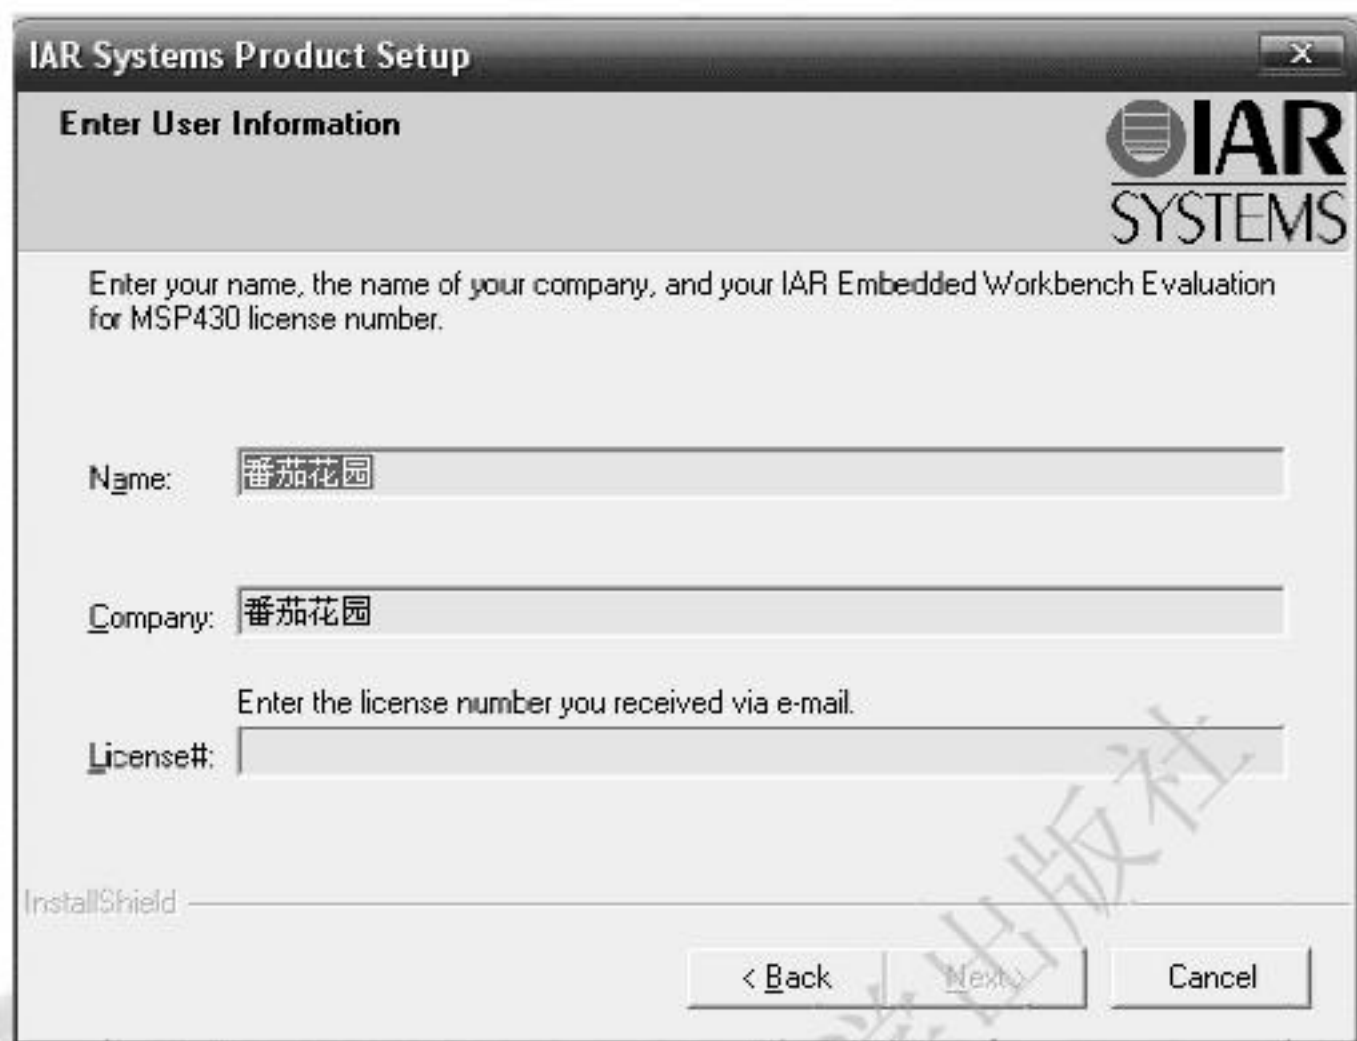

图 4-5 安装对话框 1
3) 双击名为 EW430-ev-web-342A 的图标, 等待解压缩完毕后出现安装界面, 单击 Next 按钮后看到关于 License 的说明, 再单击 Accept 按钮就可以看到如图 4-5 所示的对话框。
4) 用户可以随意更改 Name 和 Company 文本框中的内容; 然后选择已经打开的注册机, 将 License number+key 文本框中的数字复制到图 4-5 的 License 的文本框中, 可以看到原来灰色的 Next 按钮变成了黑色, 单击 Next 按钮进入下一对话框, 如图 4-6 所示。